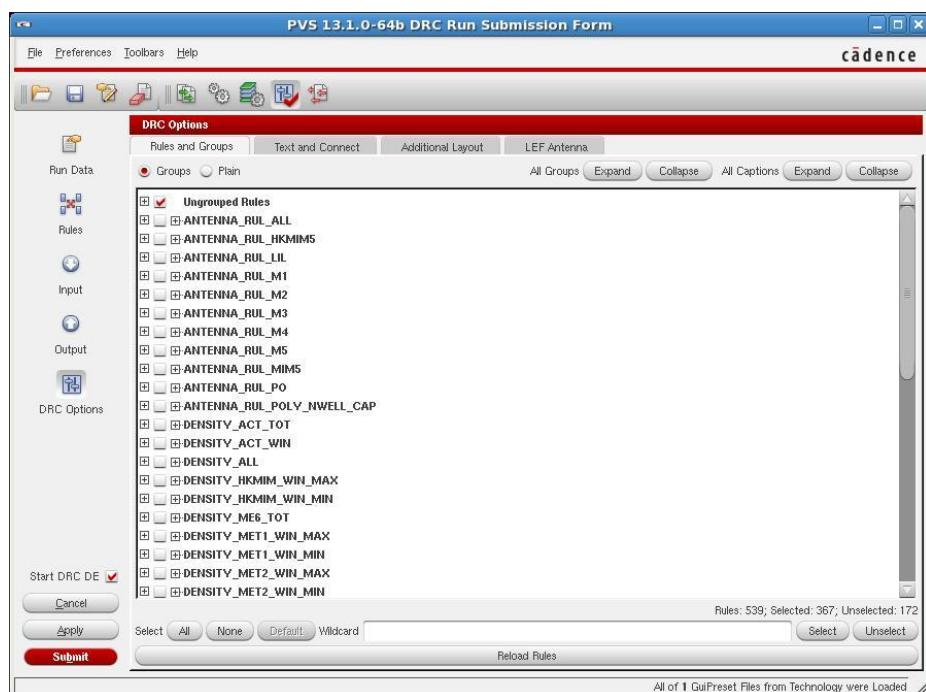

Рис. 10.4. Секция «DRC Options», вкладка «Rules and Groups».
- 8) Проверить и при необходимости включить дополнительные проверки, выключенные по умолчанию, выбрав секцию «DRC Options» вкладка «Rules and Groups» (рис. 10.4).